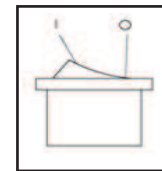

рис.12
7.2.2 Переведите выключатель зажигания 1 (рис.1) в положение, показанное на рис. 12.